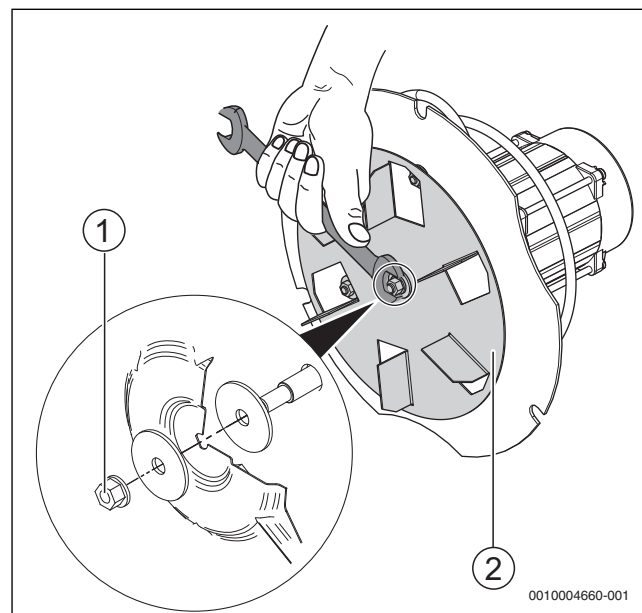

Fig. 35 Verificarea poziției roții cu palete a suflantei
- Verificați poziția elicei ventilatorului (→ Fig. 35, [2]) și dacă este nevoie strângeți piulița centrală (**filet de stânga**) [1] cu ajutorul unei chei semitubulare de 10 mm. Pentru strângerea piuliței centrale rotiți spre stânga.